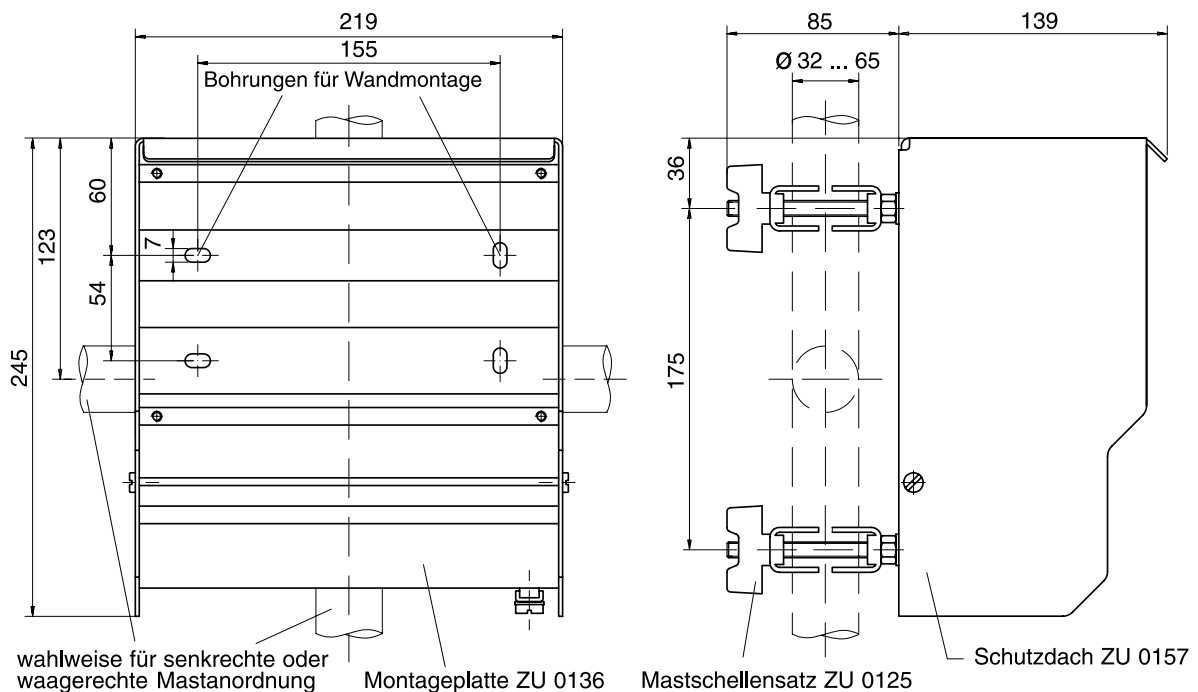

Abb. 1-2 Montageplatte ZU 0136, Schutzdach ZU 0157 und Mastschellen-Satz ZU 0125
- Mit der Montageplatte ZU 0136 und dem Mastschellensatz ZU 0125 können Sie das Gerät auch an einem Mast montieren. Maßzeichnung s. Abb. 1-2.
- Das Schutzdach ZU 0157 bietet zusätzlichen Schutz vor direkten Witterungseinflüssen und mechanischer Beschädigung. Maßzeichnung s. Abb. 1-2. Zur Montage des Schutzdaches benötigen Sie die Montageplatte ZU 0136.